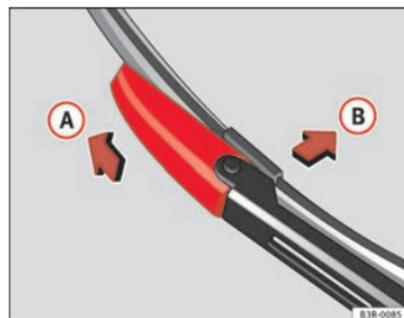

Abb. 183 Wischerblatt abnehmen
- Schieben Sie das Verriegelungsstück am Wischerblatt in Pfeilrichtung ⇒ Abb. 183 (A). Halten Sie dabei das Wischerblatt fest.
- Ziehen Sie das Wischerblatt (B) aus der Aufnahme des Scheibenwischerarms.